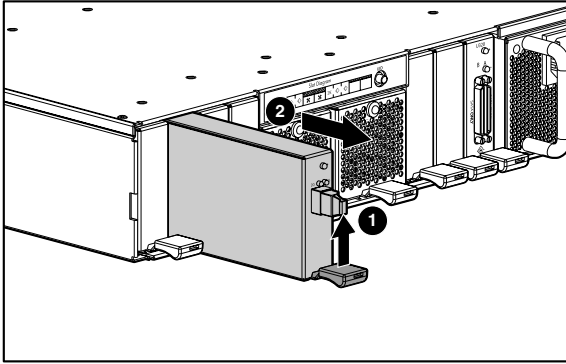

Figure 1 : Retrait du module E/S Fibre Channel
1. Soulevez le loquet du module E/S Fibre Channel de couleur bordeaux ❶ et retirez le module E/S du boîtier ❷, comme le montre la Figure 1.